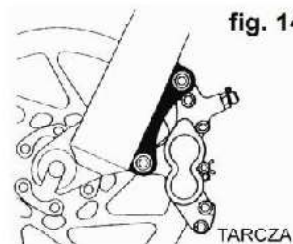
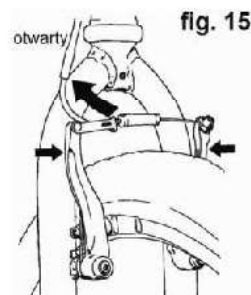

fig. 14
fig. 15
1. Jeśli rower jest wyposażony w hamulce szczękowe, odłącz szybkozamykacz hamulca, aby zwiększyć odstęp pomiędzy oponą a klockami hamulcowymi (zobacz Rozdział 4.C. rys. 14 do 17, s. 20 i 21).
1. W przypadku rowerów z przerzutkami: ustaw tylną przerzutkę na najwyższe przełożenie (najmniejsza, najbardziej zewnętrzna tylna zębatka). Jeśli rower jest wyposażony w przekładnię w tylnej piaście, przed rozpoczęciem zdejmowania tylnego koła skontaktuj się ze sprzedawcą lub zapoznaj się z instrukcjami producenta piasty. Jeśli rower jest wyposażony w jedno przełożenie oraz hamulec szczękowy lub tarczowy, przejdź do kroku (4) poniżej.
2. Jeśli rower jest wyposażony w hamulce szczękowe, odłącz szybkozamykacz hamulca, aby zwiększyć odstęp pomiędzy obręczą koła a klockami hamulcowymi (zobacz Rozdział 4.C. rys. 14 do 17, s. 20 i 21).
3. Niektóre hamulce rowerowe, takie jak hamulce tarczowe (rys. 14) i hamulce szczękowe typu V-brake (rys. 15) są bardzo silne. Podczas
Większość hamulców szczękowych posiada pewien rodzaj szybkozamykacza w celu stworzenia wystarczającego luzu między oponą a klockami podczas zdejmowania lub zakładania koła. Gdy szybkozamykacz hamulca znajduje się w pozycji otwartej, hamulce nie działają. Skonsultuj się ze sprzedawcą w celu upewnienia się, że rozumiesz działanie szybkozamykacza hamulca w rowerze (zobacz rys.14, 15, 16, 17 i 18) i sprawdzaj przed każdą jazdą, czy oba hamulce działają poprawnie.